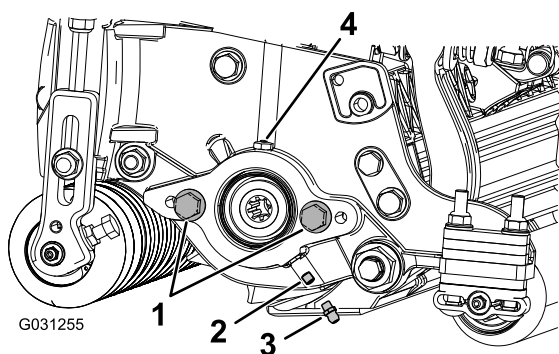

Figura 6
1. Retire e deite fora o parafuso de afinação da placa lateral do motor do cilindro (Figura 6).
2. Instale o bocal de lubrificação reto (Figura 6).
3. Se não existirem parafusos na placa lateral do motor do cilindro, instale-os (Figura 6).
6. Lubrifique a placa lateral até que saia lubrificante pela abertura de lubrificação (Figura 6).